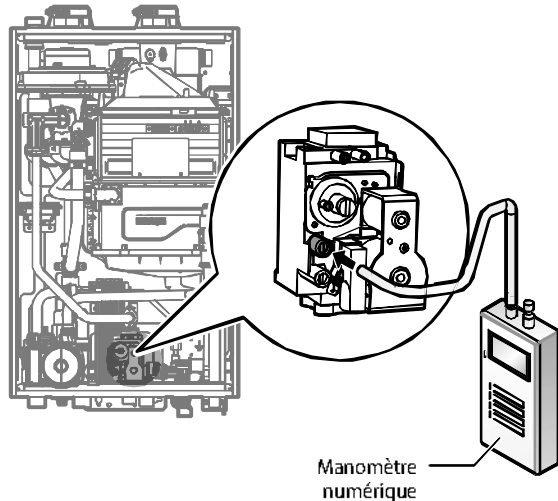

Figure 9. Connexion d'un manomètre numérique
- a. Ouvrez la lumière de refoulement de correction en desserrant la vis de deux tours comme illustré à la figure 9.